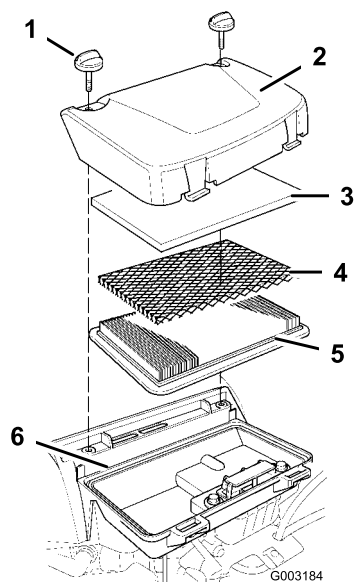

Figure 21
4. Enlevez les boutons du couvercle du filtre à air et déposez le couvercle. Veillez à ne pas faire tomber de débris dans l'ouverture de la base du filtre à air (Figure 21).
5. Retirez l'élément filtrant en mousse (Figure 21).
6. Enlevez l'élément filtrant en papier de la grille (Figure 21).
- Placez la grille sur l'élément en papier et montez le tout dans la base du filtre à air (Figure 21).
- Placez l'élément en mousse sur la grille (Figure 21). La grille doit être intercalée entre les éléments en mousse et en papier pour que l'huile ne puisse pas contaminer l'élément en papier.
- Posez le couvercle sur le filtre à air. Fixez le couvercle en position avec les boutons (Figure 21).